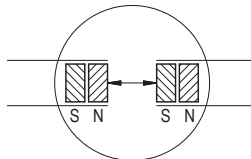

Abb. 11: Ermittlung der Polarität. Ansetzen des Magnetbandes
- Vor dem Ansetzen die Polarität überprüfen. Die beiden Enden müssen sich anziehen (ggfs. Kompaßnadel benutzen). Falls gleiche Polarität, ein Band um einen halben Polabstand kürzen (Abb. 11).